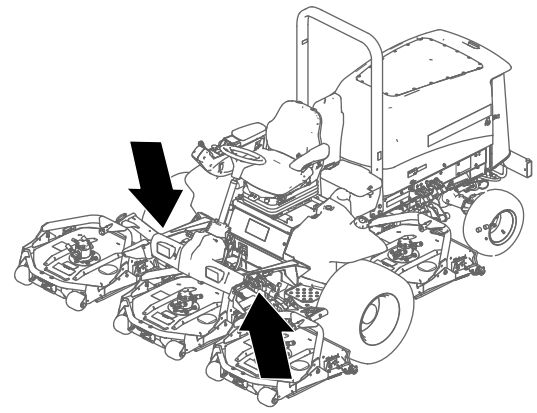
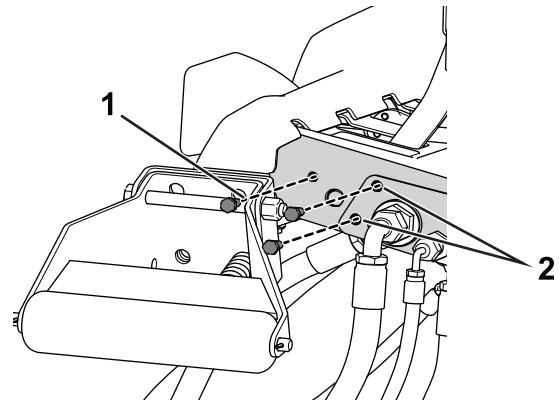
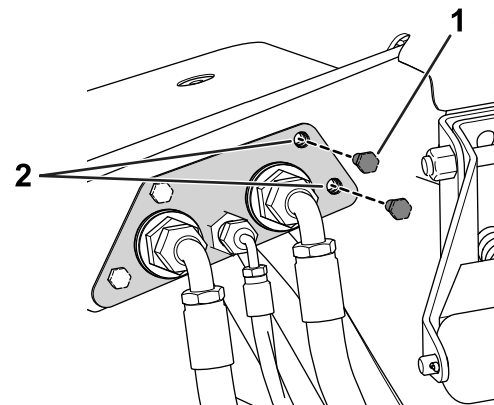

Figura 2
Figura 3
Figura 4
7. Rimuovete i bulloni da entrambi i lati del telaio inferiore (Figura 2), come illustrato nella Figura 3 e nella Figura 4.
8. Utilizzate un trapano (3/8") per aumentare il diametro dei 2 fori su entrambi i lati del telaio inferiore, come illustrato nella Figura 3 e nella Figura 4.